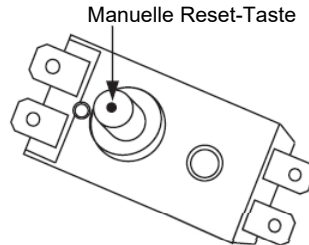

Abb. 6
3. Drücken Sie den Knopf in der Mitte des Thermostalters, siehe Abb.6;